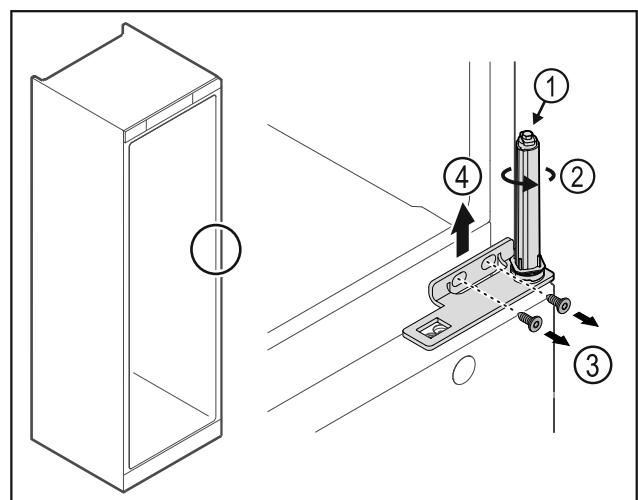

Fig. 33
- ▶ Не разбирайте систему закрытия двери Fig. 33 (1).
- ▶ Поворачивайте систему закрытия Fig. 33 (2) до щелчка.
- ▶ Открутите винты Fig. 33 (3), снимите шарнирные уголки движением вверх Fig. 33 (4).